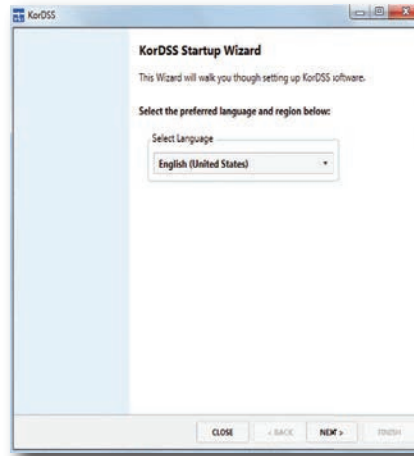

Abbildung 84 KorDSS Sprachwahl
1. Nach der erfolgreichen Aktualisierung der Treibersoftware durch Windows starten Sie KorDSS und wählen die Sprache aus (Abbildung 84). Klicken Sie auf **Next (Weiter)**.